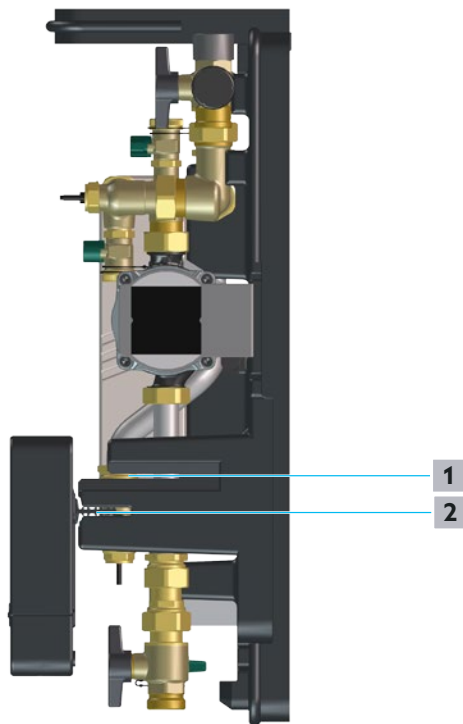

Abb. 21: Montageposition
- 2 Drehen Sie den Regler und fixieren Sie diesen in der Montageposition wie in Abb. 21 auf Seite 28.